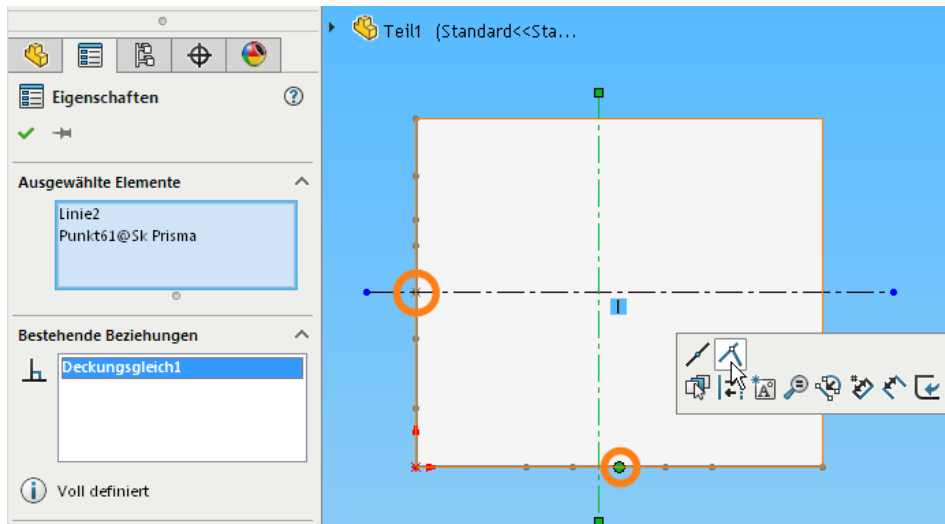

Bild 2.35: Die neue Skizze basiert auf nur zwei Punkten.
- Wählen Sie dann die vertikale Linie und den Punkt von *Sk Prisma* und verknüpfen Sie sie *deckungsgleich*. Verfahren Sie entsprechend mit der Horizontalen und dem Punkt von *Sk Schnitt Quer* (Bild 2.35, Kreise).